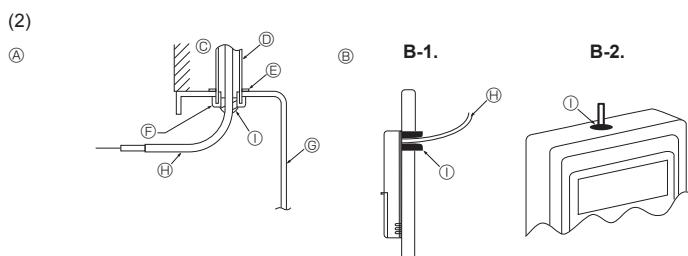

Fig. 6-3
(1) Selezionare un luogo adatto per l'installazione del comando a distanza. I sensori della temperatura sono situati sia sul comando a distanza che sulla sezione interna.
(2) Sigillare l'apertura di servizio del cavo del comando a distanza con mastice, per evitare la possibile entrata di condensa, acqua, scarafaggi o vermi. (Fig. 6-3)
④ Per installazione nella scatola degli interruttori:
⑤ Per un'installazione diretta sul muro, selezionare uno dei seguenti metodi: